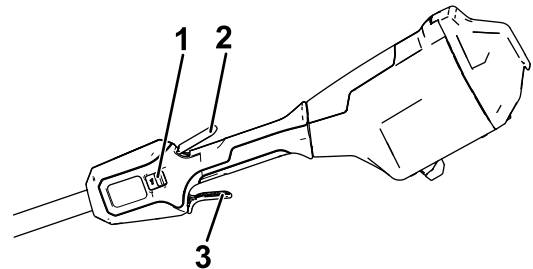

Figura 12
6. Para arrancar la máquina, apriete el gatillo de bloqueo, y luego apriete el gatillo de accionamiento (Figura 12).